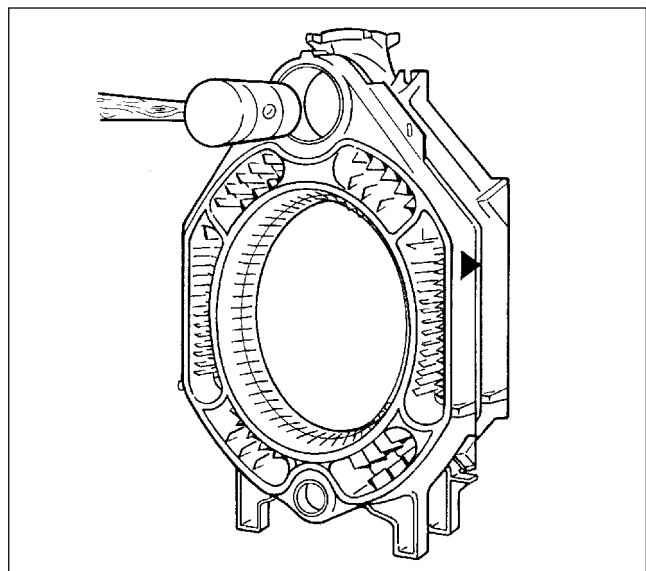

Abb. 12
- Erstes Mittelglied mit der oberen und unteren Nabe auf die Nippel im Hinterglied ansetzen. Erstes Mittelglied mit einem Holz- oder Hartgummihammer leicht an das Hinterglied anschlagen (Abb. 12).